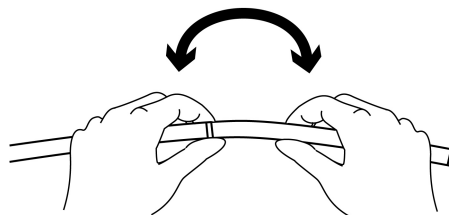

図 2
5. 受動湾曲部の両端を把持し、軽く曲げ、受動湾曲部が滑らかに曲がることを確認すること（図 2 参照）。